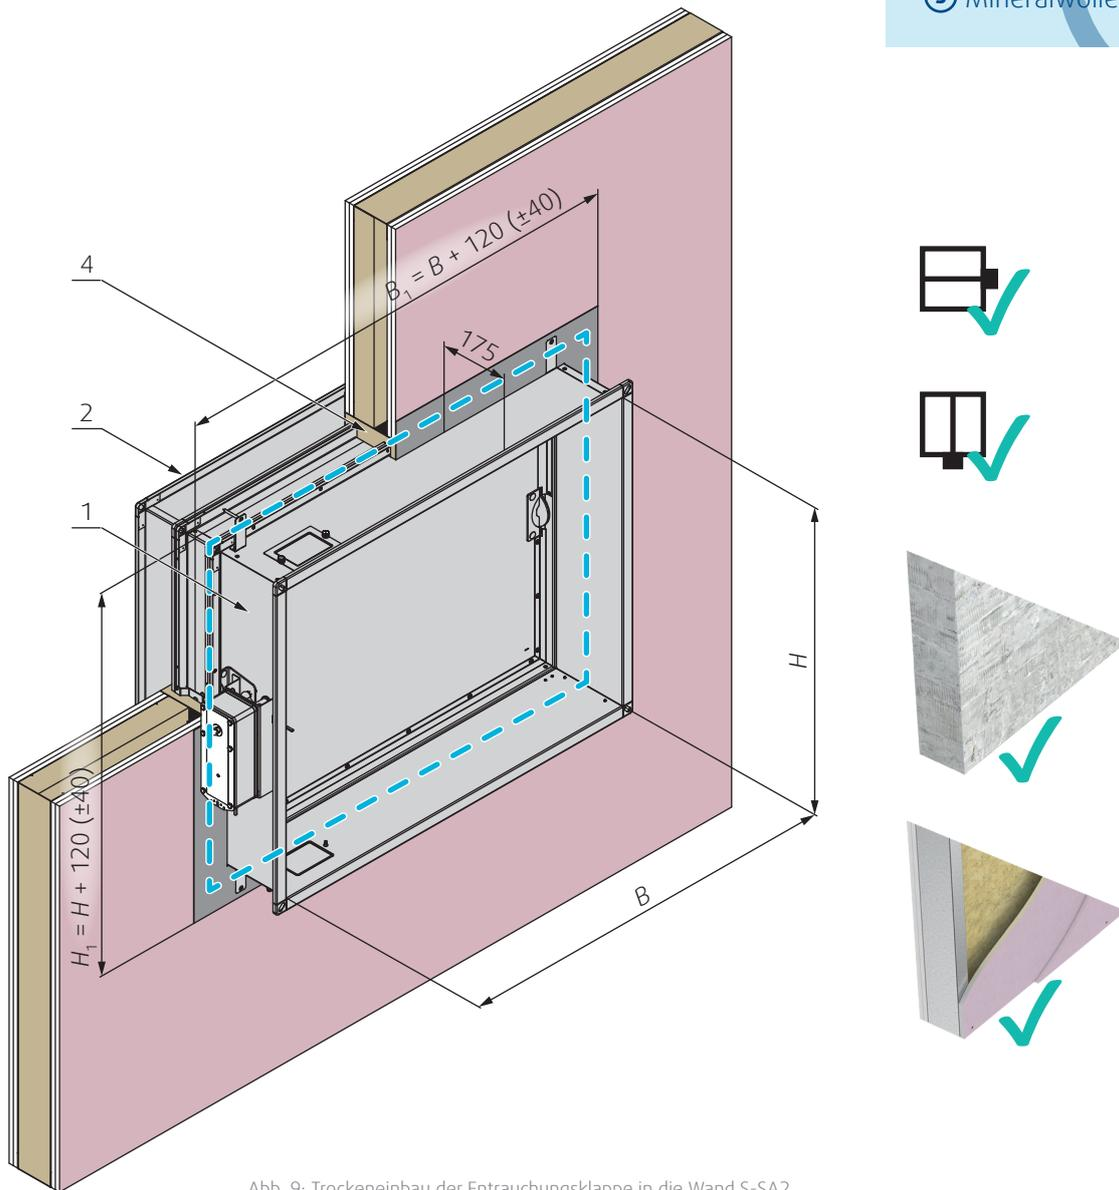

Abb. 9: Trockeneinbau der Entrauchungsklappe in die Wand S-SA2
2. Die Öffnungsmaße werden durch die Nennmaße des Dämpfers mit zusätzlichem Spiel bestimmt. Die Öffnung wird mit den Abmessungen  $B_1$  und  $H_1$  ausgeführt (Seite 15 Abb. 9).
4. Die gleiche feuerfeste Beschichtung (5) auf die Innenfläche der Wandöffnung auftragen. Sofort nach dem Auftragen der Brandschutzbeschichtung den Dämpfer in die Wandöffnung einsetzen. Befestigen Sie dann die Klappe mit der biegsamen Halterung.
5. Nach dem fixieren der EK mittels der biegsamen Verbindungsflaschen, (3; empfohlener Schraubendurchmesser 5,5 - z.B. DIN7981), die Öffnungsfüllung und die Wandkanten beidseitig gleichmäßig die feuerfeste Beschichtung (5), mindestens 2 mm dick und 100 mm breit, auftragen. Tragen Sie diese Schicht nicht an der Stelle auf, an der sich der Mechanismus befindet, sowie an den Inspektionsöffnungen und Herstellerkennzeichnungen.